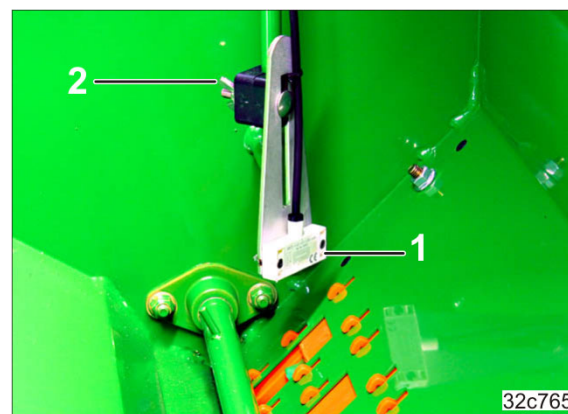

Рис. 151
6. Отрегулируйте высоту установки датчика опорожнения (Рис. 151/1) в соответствии с нужным остатком посевного материала.
7. Затяните барашковую гайку (Рис. 151/2).